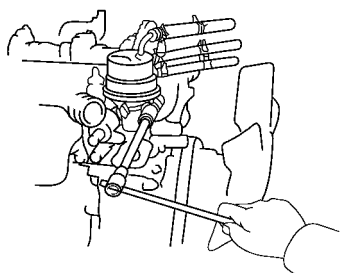

图 1-7 拆下输油泵和隔热垫
(5) 拆下输油泵，拆时先从输油管脱开 3 根燃油软管，再旋下两个螺母，如图 1-7 所示。拆下输油泵和隔热垫。
(6) 拆下凸轮链轮